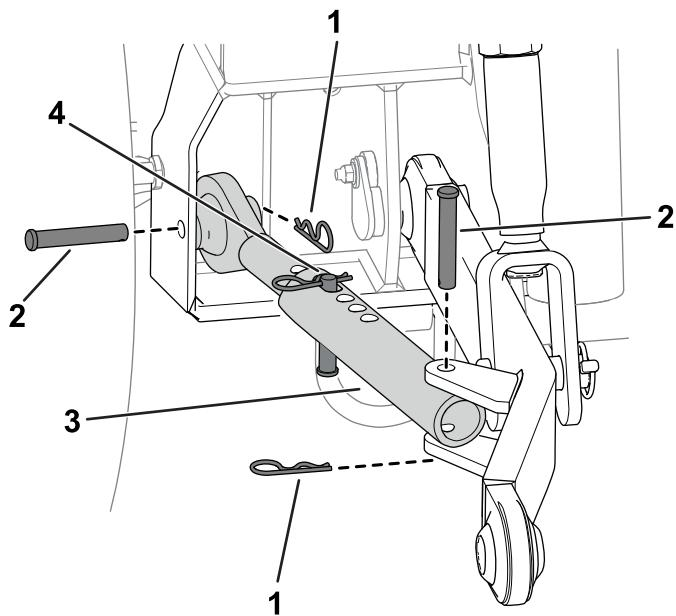

Figure 4
Remarque: La Figure 3 et la Figure 4 montrent l'installation des bras sur le côté gauche de la machine. Répétez cette procédure sur le côté droit de la machine.
4. Avec un axe de chape et une goupille fendue, fixez les barres stabilisatrices au cadre de la machine (Figure 4).
5. Avec un axe de chape et une goupille fendue, fixez la barre stabilisatrice au bras de traction (Figure 4).
6. Installez un axe de chape et une goupille fendue dans la barre stabilisatrice (Figure 4).